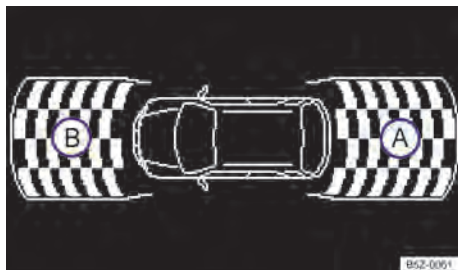

Fig. 91 Exibição do display do controle de distância de estacionamento traseiro no rádio (não disponível para algumas versões).
Dependendo da versão do veículo, será exibido no display do rádio (não disponível para algumas versões) → Fig. 91 a área examinada pelos sensores de ultrassom na parte traseira (A) do veículo. Possíveis obstáculos são exibidos tomando o veículo como ponto de referência → ⚠.
| Área próxima ao veículo → Fig. 91 | Distância do veículo para um obstáculo | Sinal sonoro | Cor do segmento do obstáculo reconhecido (somente no display colorido) |